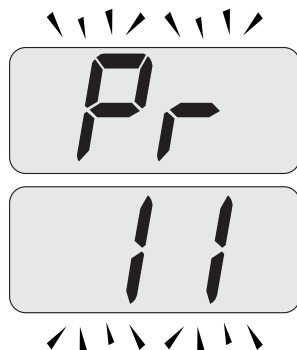

Figura 5.39
- Scorrere i vari parametri utilizzando i tasti 17 o 18 fino a far apparire sul display LCD le lettere **Pr** che si alternano con il codice **11**, indicanti l'entrata nel "parametro 11" (Figura 5.39).
- Premendo contemporaneamente i tasti 16 e 17 (Figura 5.37) si esce senza modificare il valore (ritorno alla lista parametri Figura 5.39)